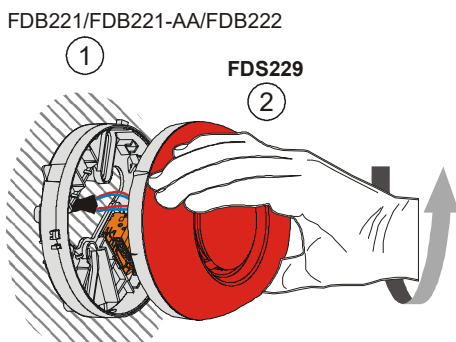

Fig. 1
2. Screw in the alarm sounder FDS229 into the detector base by hand until it snaps in (Fig. 1).
2. Drehen Sie den Alarmtongeber FDS229 von Hand in den Meldersockel ein, bis er einrastet (Fig. 1).
2. Tourner le diffuseur sonore FDS229 à la main dans l'embase de détecteur jusqu'à ce qu'il s'encliquette (fig. 1).
- Enrosque la sirena de alarma FDS229 manualmente en el zócalo del detector hasta que esta encaje (Fig. 1).
- Avvitare manualmente la sirena d'allarme FDS229 nella base del rivelatore finché si arresta in posizione (Fig. 1).